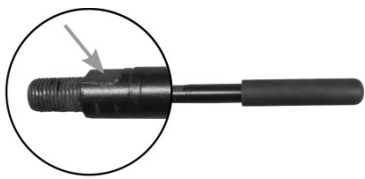

Figure 8 : Surface de clé
Vissez le levier de serrage (8) dans son logement de levier de serrage (7) de la fixation rapide. Vissez complètement le filetage dans le logement et serrez la rallonge du levier de serrage à l'aide d'une clé (le levier de serrage a une surface de clé d'une largeur de clé 17, voir Fig 8).